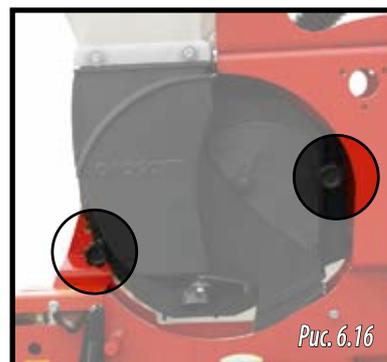

Рис. 6.16
- 1- Открутить 2 круглые ручки высевящего аппарата (рис. 6.16).